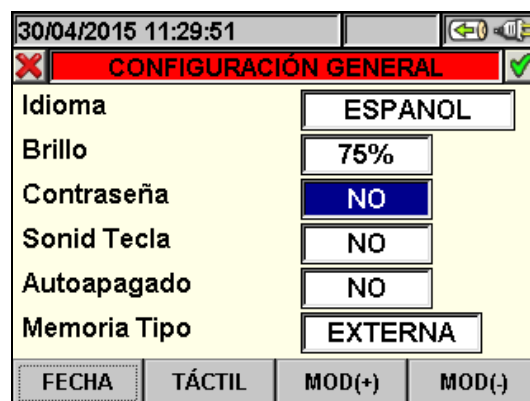

Fig. 12: Pantalla Programación Contraseña de protección
1. Posicione el cursor con las teclas flecha arriba o abajo sobre el campo correspondiente a la función “Contraseña” marcado sobre fondo azul, (vea Fig. 12):